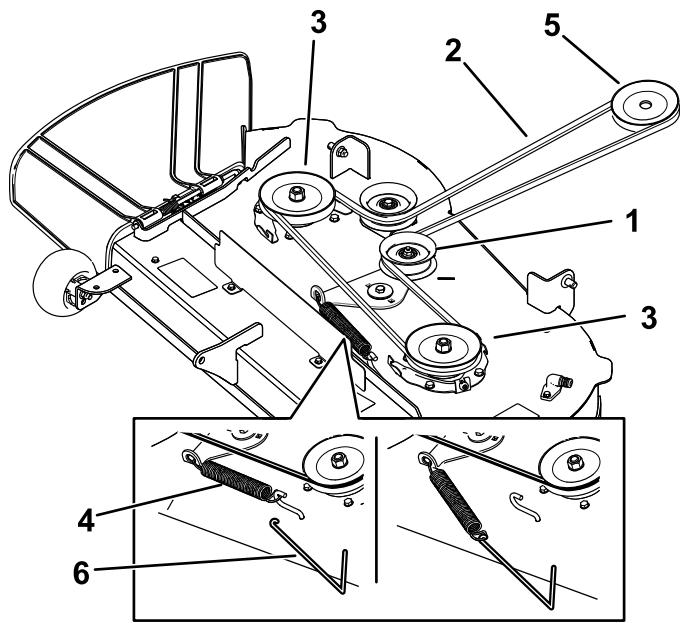

Figura 52
6. Usando una herramienta para la retirada de muelles (Pieza Toro Nº 92-5771), retire el muelle tensor del gancho de la carcasa para eliminar la tensión de la polea tensora, y retire la correa de las poleas (Figura 52).
7. Pase la correa nueva alrededor de las poleas del motor y del cortacésped (Figura 52).
8. Usando una herramienta para la retirada de muelles (Pieza Toro Nº 92-5771), instale el muelle tensor sobre el gancho de la carcasa y tense la polea tensora y la correa (Figura 52).